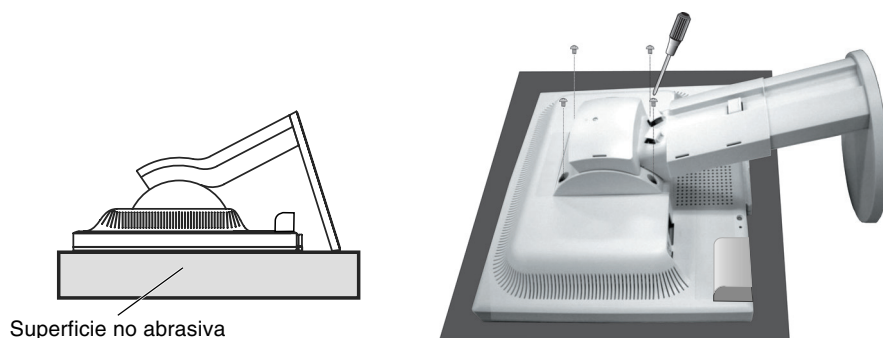

Figura R.2
3. Coloque el monitor boca abajo en una superficie no abrasiva (**figura R.2**).